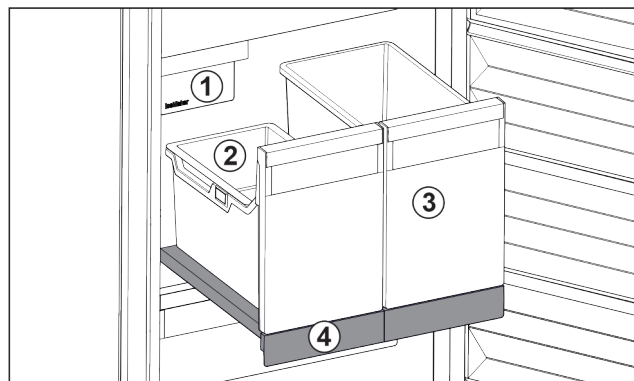

Fig. 79 Raft extractibil cu IceTower
Pe raftul extractibil se află două recipiente înalte (IceTower). În recipientul din Fig. 79 (2) sunt colectate și depozitate cuburile de gheață din IceMaker. Recipientul din Fig. 79 (3) se pretează pentru depozitarea de alimente înalte cum este pizza sau băuturile alcoolice.